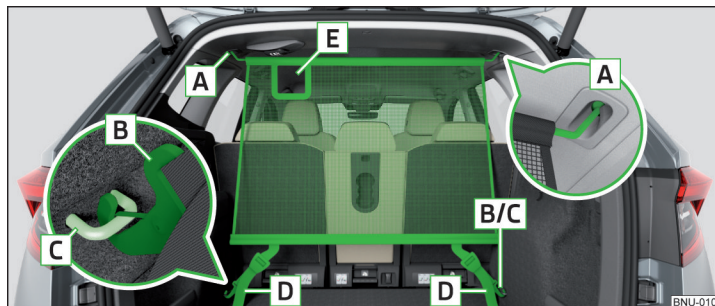

Abb. 147 **Netztrennwand hinter den Rücksitzen**
- ▶ Zum **Einbau** die Querstange in die Aufnahme **A** erst auf der einen Seite einsetzen und nach vorn drücken. Auf gleiche Weise die Querstange auf der anderen Fahrzeugseite in die Aufnahme **A** einsetzen » Abb. 147.
- ▶ Die Gurte an den freien Enden **D** straff ziehen » Abb. 147.